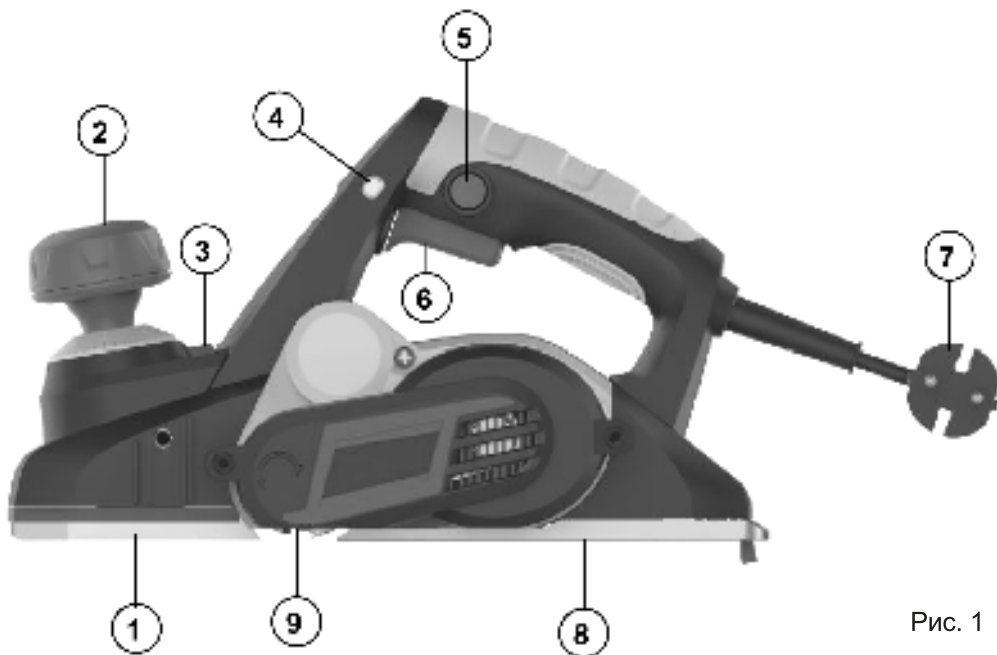

Рис. 1
Для включения инструмента нажмите сначала кнопку блокировки выключателя 5 (Рис.1) и не отпуская ее нажмите на выключатель 6 (Рис.1). После того, как выключатель будет нажат, кнопку блокировки выключателя можно отпустить.
Для выключения инструмента отпустите выключатель 6 (Рис.1).
Глубина строгания устанавливается в пределах от 0 до 3 мм с шагом 0,1 мм. Для изменения глубины строгания нажмите кнопку блокировки ручки установки глубины строгания 3 (Рис. 1) и не отпуская ее поверните ручку установки глубины строгания на нужную цифру, ориентируясь по шкале и указателю.
- Установите ручку регулировки глубины строгания 2 (Рис.1) в положение «0».